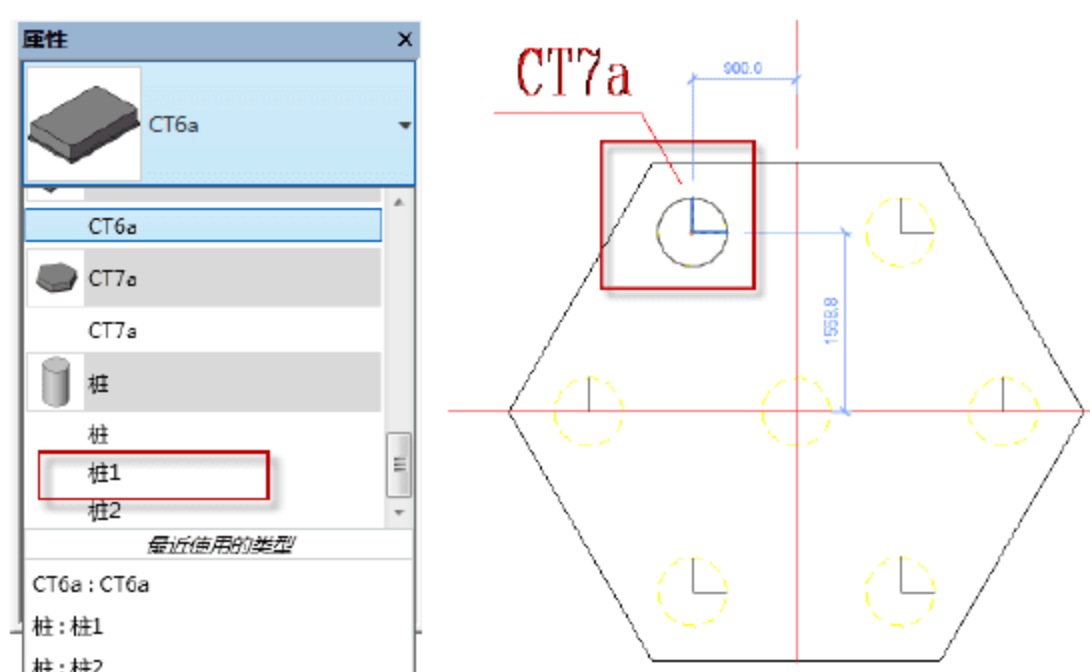

图 2.2.20 桩族插入承台族 (1~4 轴)
(4) 桩族 1 插入 1~4 轴承台族。选择“结构”→“独立”命令，在“结构基础”中选择“桩 1”，采用点式画法，将桩族插入对应图形的几何中心，如图 2.2.20 所示。